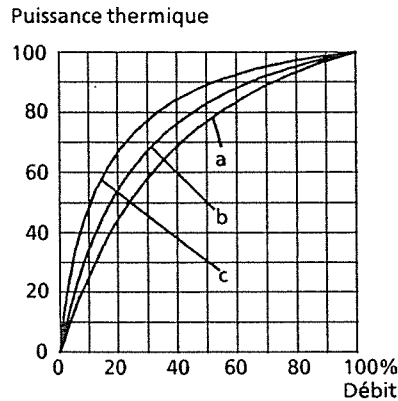

fig. 2:
Le contrôle du surdimensionnement des échangeurs de chaleur, dont la régulation est réalisée avec un débit d'eau variable et une vanne de passage (voir 3.3, fig. 2) est particulièrement important.
- 2 lorsque l'échangeur de chaleur a une caractéristique non-linéaire importante (fig. 2)